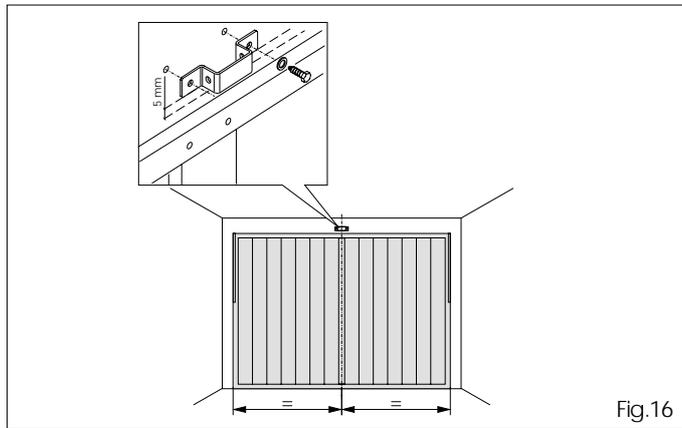

Fig.16
- 6.3 Coloquen la abrazadera de fijación 5mm sobre la línea trazada anteriormente y centrada respecto a la puerta (fig.16).
- 6.5 Enrosquen la abrazadera con tornillos y arandelas sobre los tacos (fig. 16).